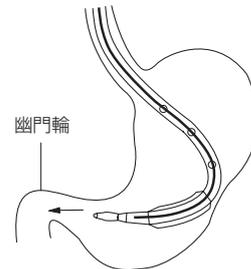

図4
10. 患者を右側臥位とし、本品の先端部を幽門側に向け、押し進めることにより胃幽門輪を通過させる。先端閉塞タイプの場合、ガイドワイヤーをスタイレットとして使用する。先端開口タイプの場合、ガイドワイヤーを先端より出し入れして使用する（図4）。